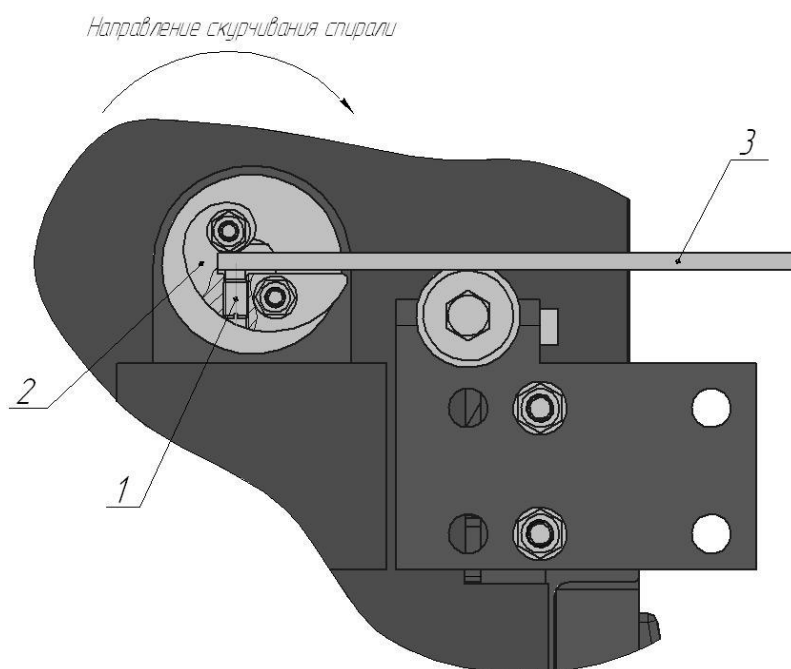

Рис. 17. Установка заготовки при операции завивки конца прутка металлопроката.
13.4.1. Выставить упорные винты 1 лекала 2 под соответствующую толщину конца заготовки 3 рис. 17.